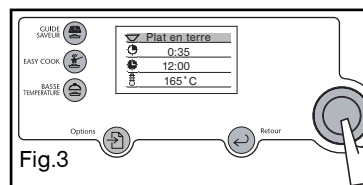

Fig.3
- Rentrez le poids ou le matériau, le four calculera automatiquement et affichera la durée de cuisson idéale. Vous pouvez, si vous le désirez, modifier l'heure de fin de cuisson en sélectionnant la case () et en affichant la nouvelle heure de fin de cuisson (fig 3).